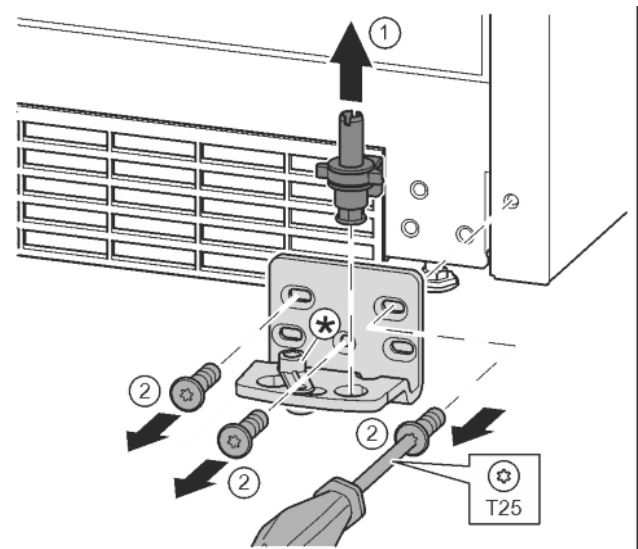

Fig. 12
- ▶ Sortir complètement l'axe de palier par le haut. Fig. 12 (1)
- ▶ Desserrer les vis avec le tournevis T25 et enlever le support de palier. Fig. 12 (2)